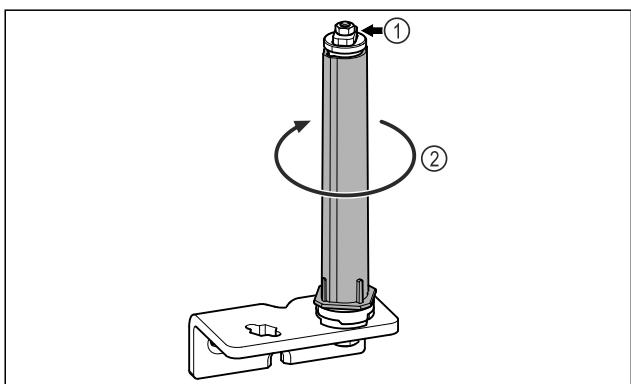

Fig. 21
- Türschließsystem *Fig. 21 (1)* nicht zerlegen.
- Schließsystem *Fig. 21 (2)* drehen, bis es klickt.